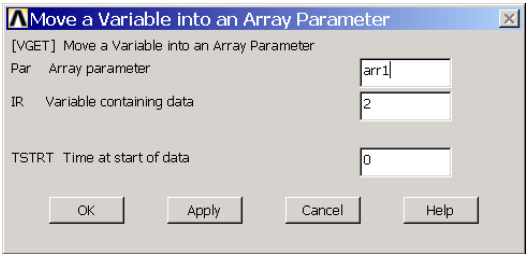

图7.15 将变量赋给数组
(3) 单击 Main Menu>TimeHist Postpro>Table Operations>Variable to Par 菜单，弹出如图 7.15 所示的【Move a Variable into an Array Parameter】对话框。